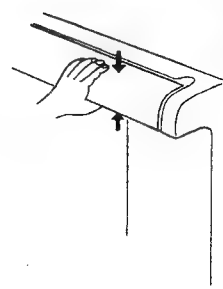

図1
- ①電源（スイッチ）を切ります。
- ②照明カバーの上下部を押さえ、下側から上側に回転させるようにして取外してください。（図1）